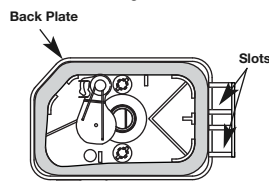

Fig. 30
6. Replace the filter (Fig. 30).